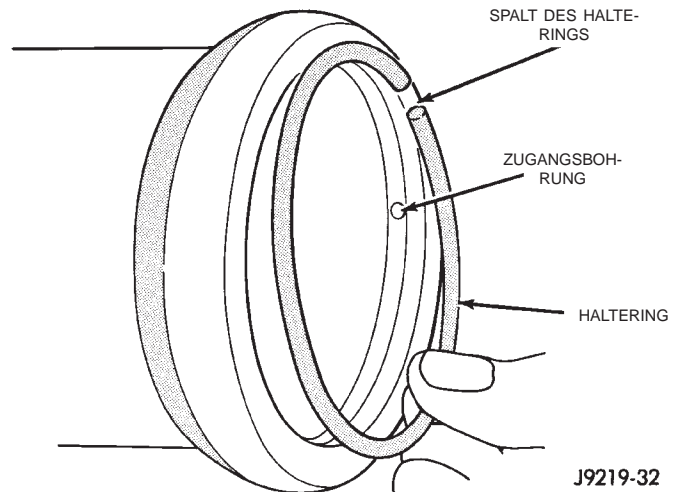

Abb. 5 Haltering einbauen
(3) Haltering so in die Nut einsetzen, dass ein Ende des Rings die Zugangsbohrung verdeckt (Abb. 5).